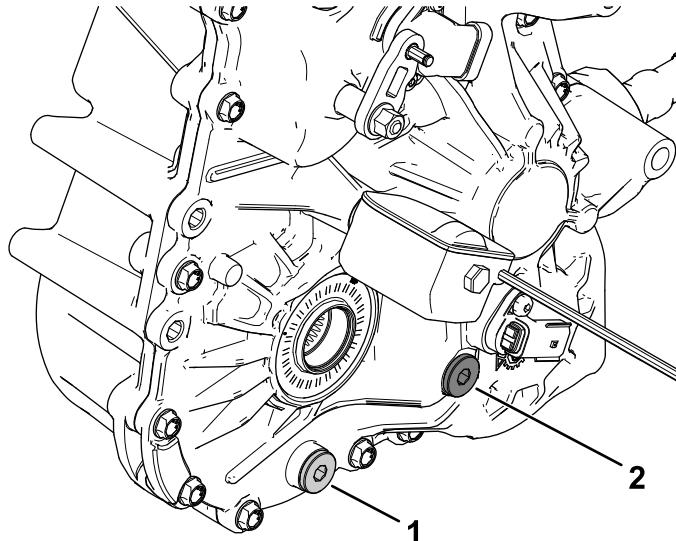

Figura 122
- Si el nivel de fluido es bajo, retire el tapón de llenado y añada fluido del tipo especificado hasta que salga del orificio (Figura 122).
- Coloque un recipiente debajo del tapón de vaciado (Figura 122).
- Retire el tapón de llenado (Figura 122).
- Retire el tapón de vaciado y deje que el fluido se drene completamente (Figura 122).
- Retire el tapón de llenado del transeje (Figura 122).